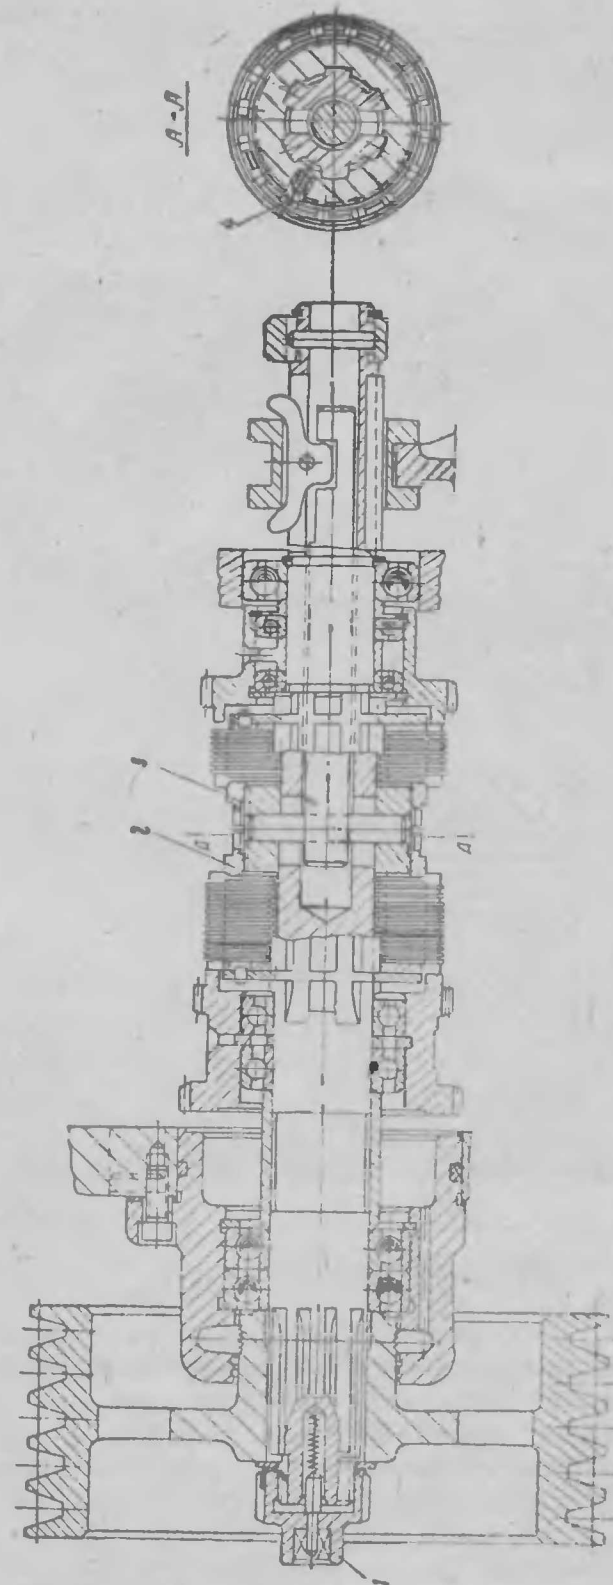

Рис. 12 Фрикционная муфта
4. Ключом от трехкулачкового патрона вращать против часовой стрелки фрикционный вал до совпадения риски «60» на диске 1 (рис. 12) с риской на фланце 7. После этого надо снять натяг в цепи.
Поворотом круглой гайки 2 (рис. 12) можно отрегулировать муфту прямого вращения шпинделя, а поворотом гайки 3—муфту обратного вращения. Для регулирования муфты прямого вращения рукоятка 21 (см. рис. 5) включается вниз, а для регулирования муфты обратного вращения — вверх. При этом рукоятка (см. рис. 5) должна быть отклонена влево (включен перебор 16 : 1). Поворот гаек может быть осуществлен лишь после того, как защелка 4 (см. рис. 12) будет утоплена в кольцо 5.